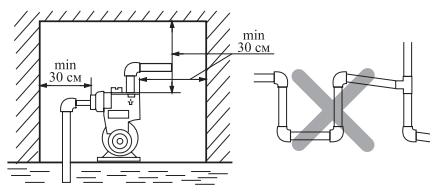

рис. 3
4.5 Место установки станции должно обеспечить свободный доступ для монтажа, проверки и ремонта. При установке станции в помещении, соблюдайте минимальные размеры, как показано на рис.3.